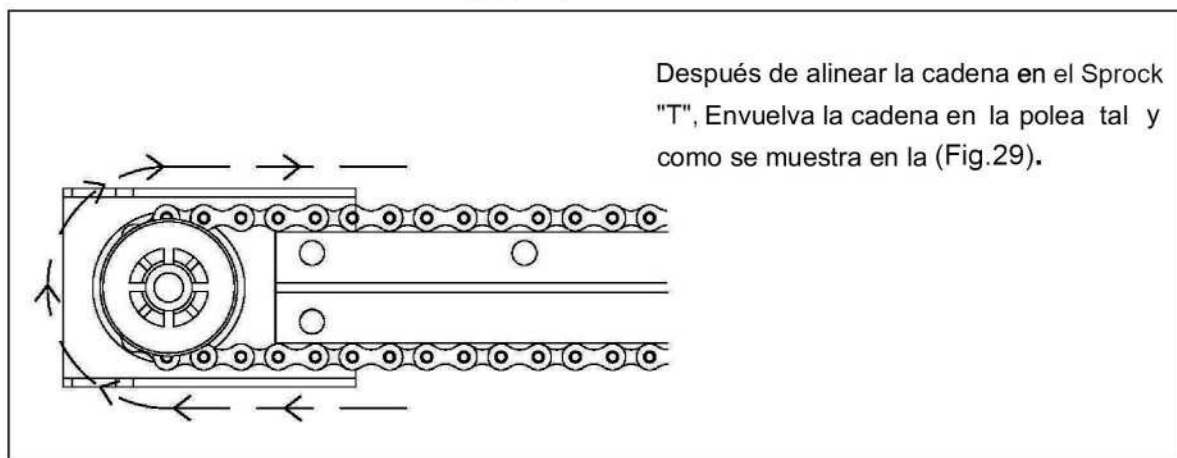

Fig.29
5.14.-Alineando la Cadena en la Polea. (Fig.29)